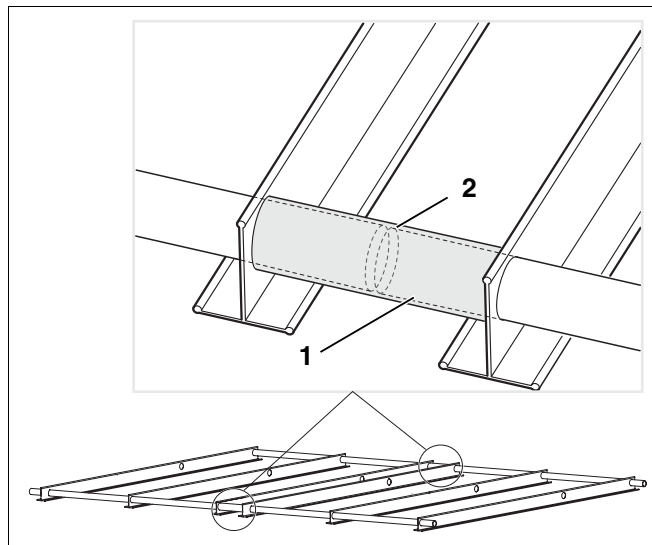

Fig. 24 Tubo distanciador entre dos marcos
- ▶ Introduzca los dos tubos distanciadores adjuntos (fig. 24, **pos. 1**) a través de los tubos del primer marco.
Preste atención a introducir cada uno de los tubos hasta la mitad de los tubos distanciadores (fig. 24, **pos. 2**).